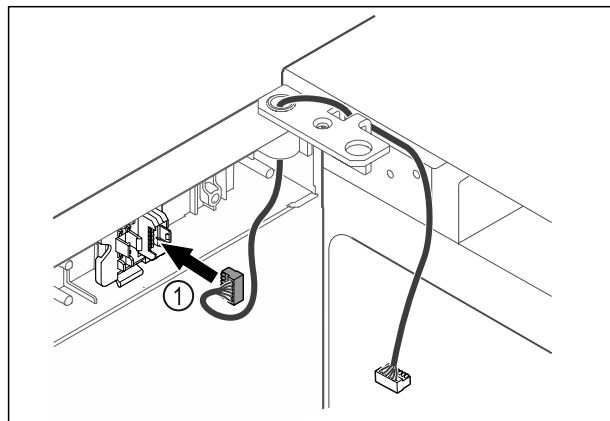

Fig. 64
- ▶ Wtyczkę Fig. 64 (1) należy włożyć w uchwyt wtyczki.